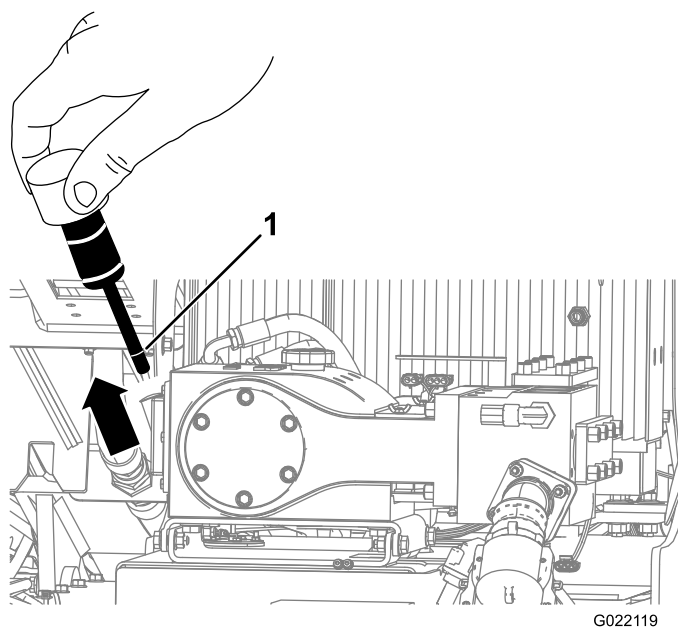
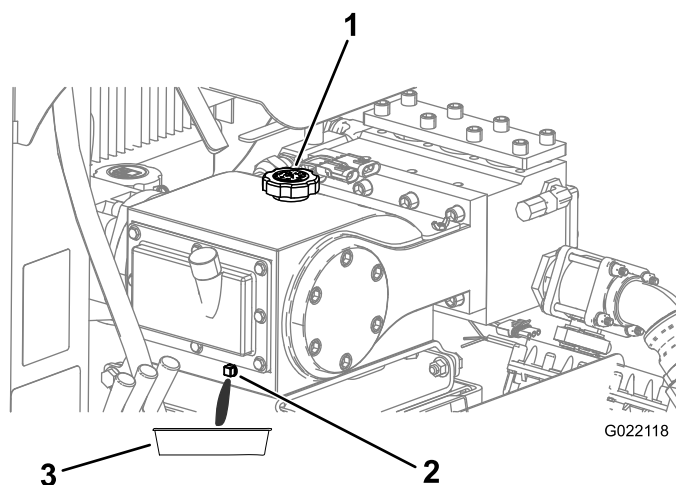

Figura 149
Figura 150
3. Remova a vareta de nível de óleo (Figura 149).
4. O óleo deve estar na linha do bujão de nível como mostra a Figura 149.
4. Remova o bujão de drenagem e posicione uma bandeja de drenagem sob o orifício de drenagem (Figura 150).
6. Permita a drenagem de todo o óleo pelo orifício de drenagem para a bandeja de óleo (Figura 150).
8. Remova a tampa do bocal de enchimento (Figura 150) e adicione aproximadamente 1,9 L de óleo, ou até o óleo atingir a marca Max na vareta, como mostra a Figura 149.